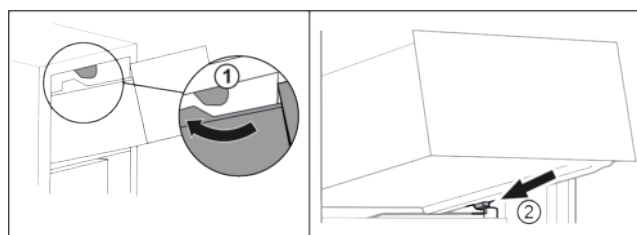

Fig. 16
- Schubfach um die oberen Stopper herumführen Fig. 16 (1).
- Schubfach schräg hinter den unteren Stoppern auf die Behälterrippe aufsetzen Fig. 16 (2).